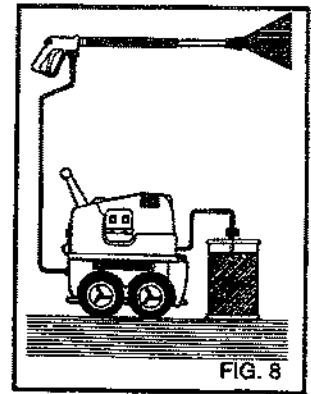

FIG. 8
- 3) Après l'emploi avec du détergent, rincer le circuit d'aspiration ; enfilez le tuyau d'aspiration (fig. 8) du détergent dans un bidon d'eau propre et faire fonctionner la pompe pendant 1 minute avec le robinet de dosage complètement ouvert et la lance en phase de sortie du détergent.
- 4) Après l'emploi avec du détergent, rincer le circuit d'aspiration ; enfiler le tuyau d'aspiration (fig. 8) du détergent dans un bidon d'eau propre et faire fonctionner la pompe pendant 1 minute avec le robinet de dosage complètement ouvert et la lance en phase de sortie du détergent.